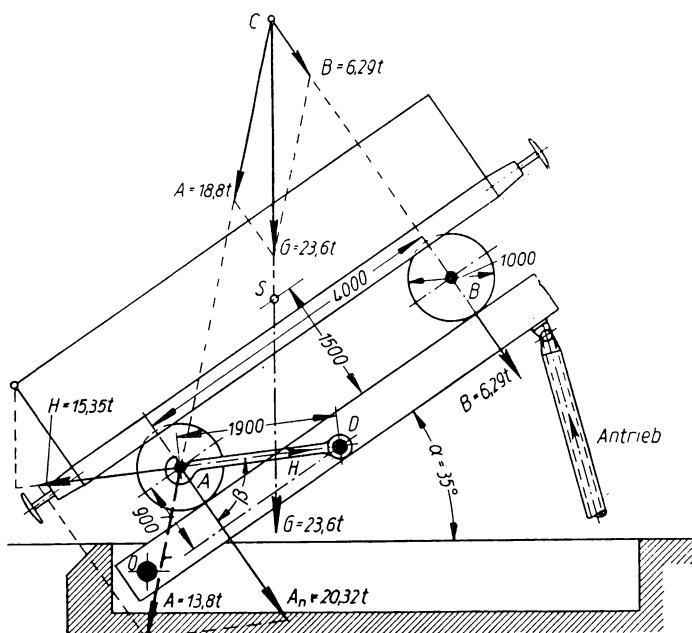

Bild 187
- 319.** Bei einem Kipper zum Entladen von Eisenbahn-Kohlenwagen wird die vordere Achse A (Bild 187) des auf die Bühne aufgefahrenen Wagens durch einen Fanghaken AD festgehalten und die Bühne um die Kante O gekippt. Bei genügender Neigung gleitet die Kohle an der ausschwingenden vorderen Stirnwand aus dem Wagen heraus. Das Gesamtgewicht des Wagens mit Ladung beträgt 23,6 t. Der Gesamtschwerpunkt S des beladenen Wagens liegt 1,5 m über Schienenoberkante in Wagenmitte. Der Raddurchmesser beträgt 1 m, der Achsstand 4 m. Auf zeichnerischem Wege sind zu ermitteln a) die
Lösung: Das Gesamtgewicht $G = 23,6$ t verteilt sich auf die beiden Achsen. Zwischen den Rädern und Schienen bei B können nur Normaldrücke auftreten. Also wird die Normalrichtung B mit der Richtung der Schwerkraft G in C zum Schnitt gebracht und die Kraft G dort in die Richtungen CA und CB zerlegt. Im Kräfteparallelogramm wird gemessen $A = 18,8$ t, $B = 6,29$ t. — Die Kraft A zerlegt sich in Achsmitte in die Richtung A_n normal zu den Schienen und in die Schrägrichtung H des Fanghakens. Man mißt im Kräfteparallelogramm (Bild 187) $A_n = 20,32$ t, $H = 15,35$ t.